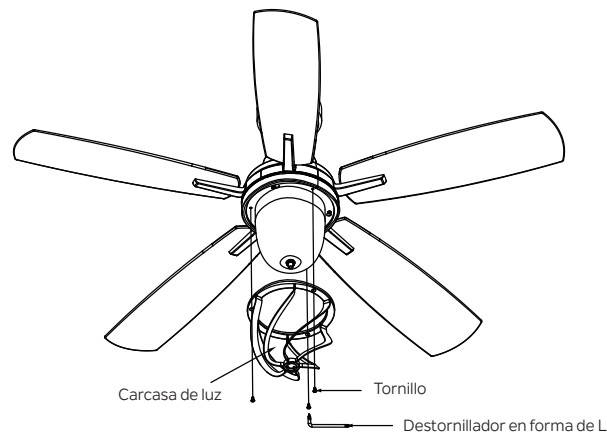

Figura 24
**Paso 5.** Coloque la carcasa de luz en el kit de luz, alinee con los tres (3) orificios redondos, apriete con los tres (3) tornillos utilizando el destornillador en forma de L incluido. (Figura 24)